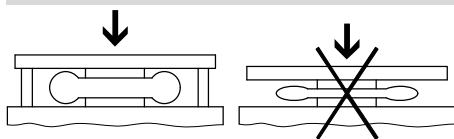

Fig. 3
- Убедитесь в том, что минимальная высота баллонного цилиндра не опускается ниже  $h_{\min}$ . Пример Fig. 3.